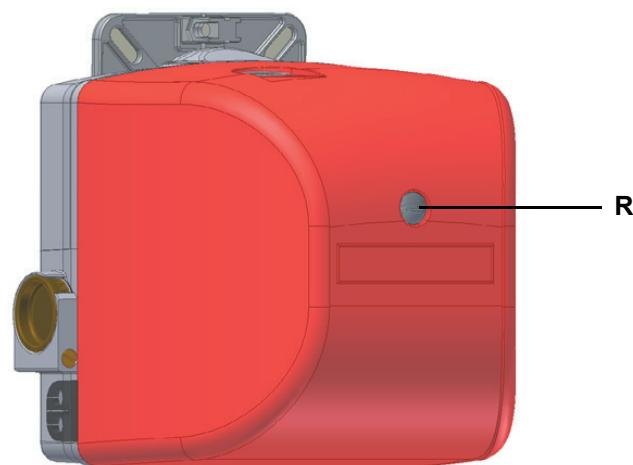

Рис. 15
- 2 запустить горелку, установив на ON главный выключатель А котла: в случае блокировки нажать кнопку RESET (С), находящуюся на крышке горелки (См. Рис. 15);